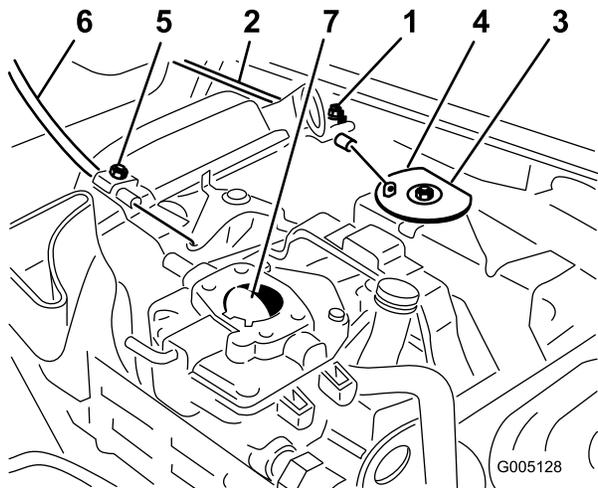

図 46
3. チョークケーブルを十分に引いてチョークを完全に閉じ、その位置でクランプのネジを締める (図 46)。
1. スロットルケーブルをエンジンに固定しているクランプのネジをゆるめる (図 46)。
3. スロットルケーブルを十分に引いて、スイベルの後部をストップに接触させる (図 46)。